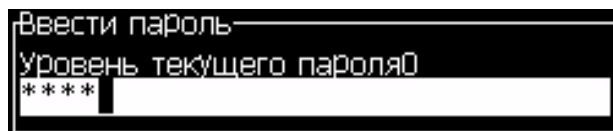

Рисунок 4-11: Диалоговое окно “Enter Password” (ввод пароля)
- 1 Нажмите кнопки “Alt” + “w”, и выберите опцию “Enter Password” (ввод пароля) из меню “Password” (пароль). Появится диалоговое окно “Enter Password” (ввод пароля) (смотрите Рисунок 4-11).